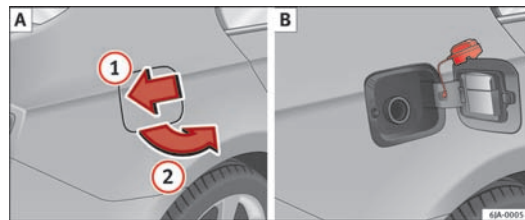

Fig. 115 Bilens højre side bagest: Tankklap / Tankklap med afskruet dæksel
På indersiden af tankklappen kan du se den korrekte brændstoftype til din bil samt dækstørrelsen og dæktrykket ⇒ Fig. 115 [B].
På indersiden af tankklappen er der en skraber ⇒ Fig. 115 [B], som du kan fjerne sne og is fra ruder og spejle med ⇒ Side 165, Ruder og sidespejle.
- Tryk på tankklappen i pilens retning ① ⇒ Fig. 115.
- Åbn klappen i pilens retning ②.
- Skru tankdækslet af ved at dreje det mod venstre, og sæt det fast oven på tankklappen ⇒ Fig. 115 [B].